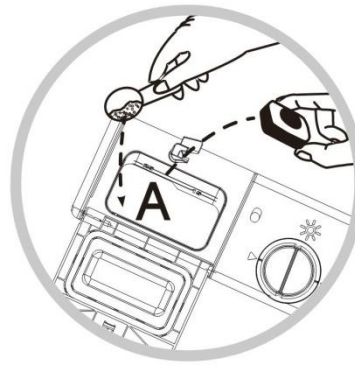

Figura 6-2-2
- La tapa de la caja del agente limpiador se abre automáticamente, y el contenedor A del agente limpiador añade agente limpiador o polvo limpiador, y el contenedor principal es el contenedor A; Figura 6-2-2 a continuación.